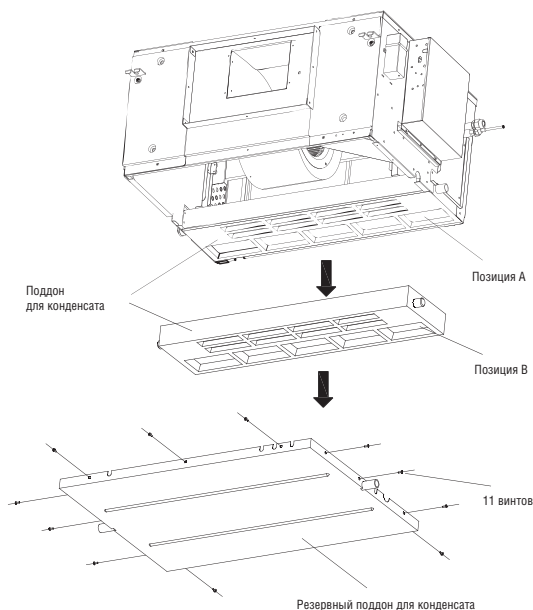

Рис. 12
2. Выверните все 11 винтов из резервного поддона для конденсата, а затем снимите поддон, как показано на рис. 12.
3. Снимайте поддон в направлении стрелок, как показано на рис. 12.